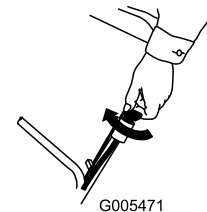
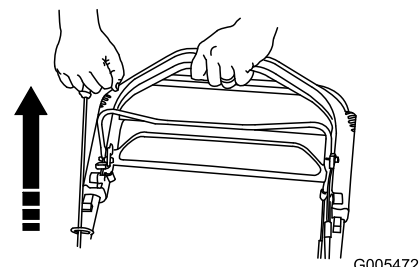

Figure 20
Figure 21
3. Tournez la clé de contact (Figure 20) ou tirez la poignée du lanceur (Figure 21).